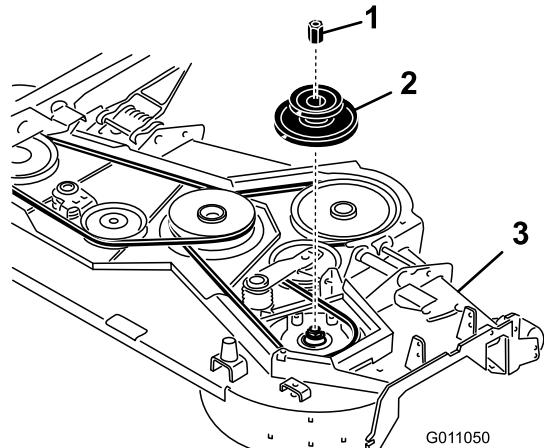

Figure 3
4. Placez une cale sous l'axe de la lame droite sous le plateau de coupe avant de déposer la poulie droite du plateau (Figure 3). Cela empêchera les composants de l'axe de tomber quand l'écrou de la poulie est retiré.
5. Enlevez l'écrou existant de la poulie et enlevez la poulie (Figure 3). Mettez la poulie et l'écrou de côté pour un usage ultérieur.
6. Montez la nouvelle double poulie sur l'axe et fixez-la avec le nouvel écrou (Figure 3). Serrez l'écrou à un couple de 176 à 203 N·m.